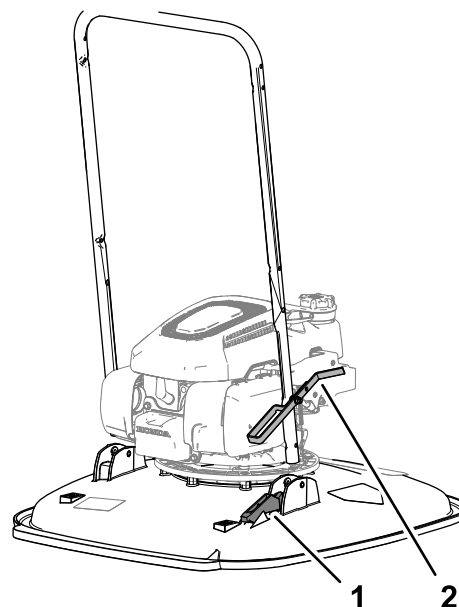

Figura 6
2. Allineate l'arresto del pedale della stegola alla staffa del dispositivo di bloccaggio sul piatto (Figura 6).